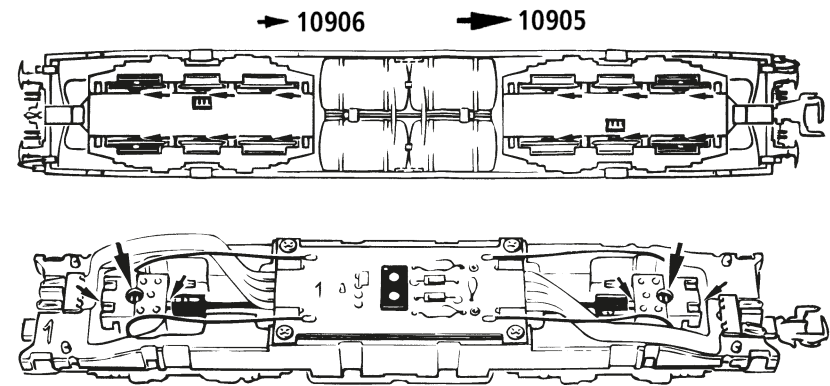

Fig. 9
5. Kohlebürstenwechsel: Lokgehäuse abnehmen (Fig. 3). Danach wird der Motor ausgebaut und die Kohlebürsten ausgewechselt (Fig. 9).
5. Carbon Brush Changing: First remove loco body (fig. 3), and then the motor (fig. 9).
4. Remplacement des balais du moteur: Démontez la caisse (voir fig. 3). Démontez ensuite le moteur et échangez le balais (fig. 9).